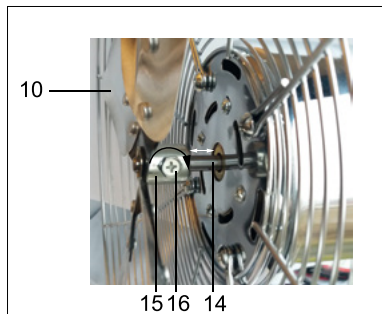

Fig.3: Montage Rotor
15. Drehen Sie die Kreuzschlitzschraube (16) am Abstandhalter (15) des Rotors (10) soweit gegen den Uhrzeigersinn auf, bis eine gut durchgängige Öffnung entsteht.
16. Schieben Sie den Rotor (9) mit dem Abstandhalter voran auf die Motorachse (14).
*Der Rotor darf mit dem Abstandhalter nicht unmittelbar auf dem Motorblock aufliegen. Siehe Abb. 3.*